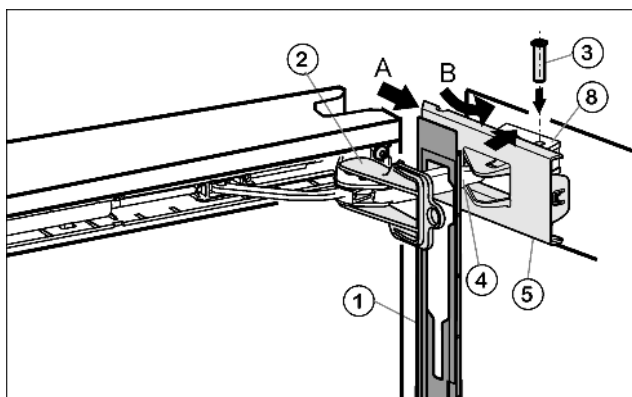

Fig. 16
- ▶ Навесьте накладку *Fig. 16 (1)* на амортизирующую скобу *Fig. 16 (4)* таким образом, чтобы передние защелки показывали во внутрь, а передняя сторона была направлена к устройству.
- ▶ Отодвиньте (A) крышку *Fig. 16 (5)* снаружи и поверните (B) через опорную деталь *Fig. 16 (8)*.
- ▶ Установите крышку *Fig. 16 (5)* и защелкните ее до первого фиксатора.
- ▶ Притяните амортизационную скобу *Fig. 16 (4)* опорной детали и сверху вставьте палец *Fig. 16 (3)* таким образом, чтобы квадратная головка сидела в углублении.
- ▶ Теперь полностью защелкните крышку *Fig. 16 (5)* на опорной детали *Fig. 16 (8)*.
- ▶ Выкрутите фиксатор *Fig. 16 (2)*.
- ▶ Надвиньте и защелкните накладку *Fig. 16 (1)* на дверце.